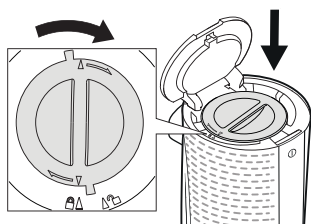

fig. 3
- A continuación, vuelva a colocar el filtro en su alojamiento girando la tapa en sentido horario hasta que el puntero de la tapa coincida con el símbolo  (fig.3).